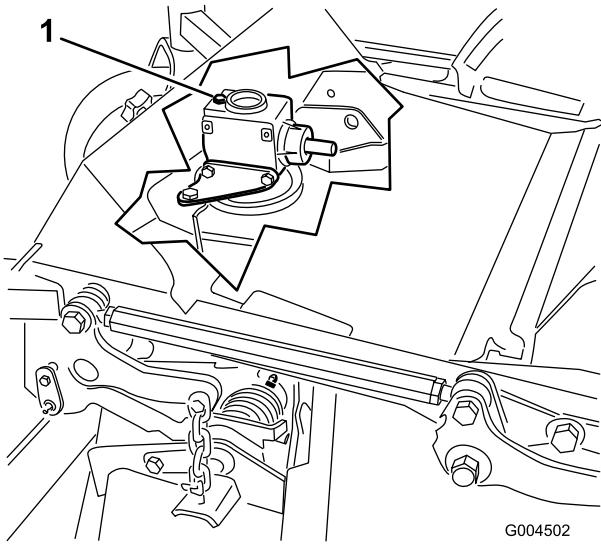

Figura 41
6. Retire la varilla/ tapón de llenado de la parte superior de la caja de engranajes (Figura 41) y asegúrese de que el lubricante está entre las marcas de la varilla.
6. Retire el tapón de llenado/varilla de la parte superior de la caja de engranajes (Figura 41).